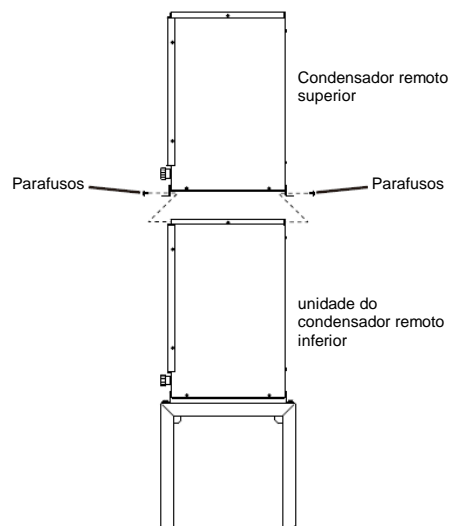

Fig. 14
- 2) Coloque a unidade de condensador remoto superior sobre a unidade de condensador remoto inferior. Consulte a Fig. 14.